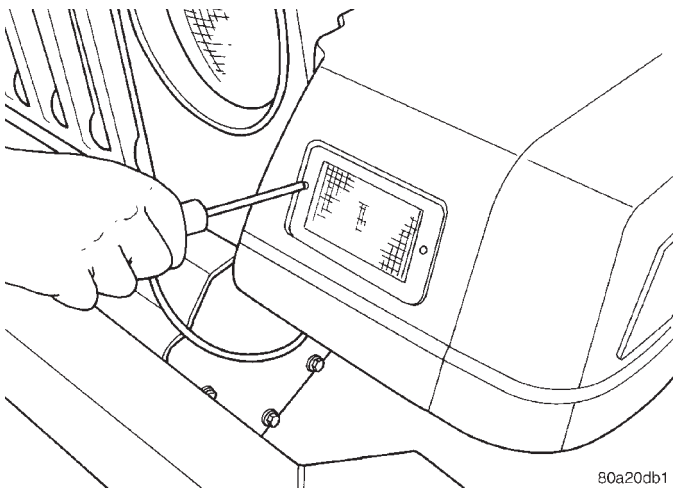

Abb. 4 Stand-/Blinkleuchte
- (1) Die Schrauben lösen, mit denen das Gehäuse der Stand-/Blinkleuchte befestigt ist (Abb. 4).
- (2) Leuchtengehäuse vom Kotflügel abnehmen.
- (3) Die Glühlampenfassung um 120 Grad gegen den Uhrzeigersinn drehen und von der Leuchte abnehmen.